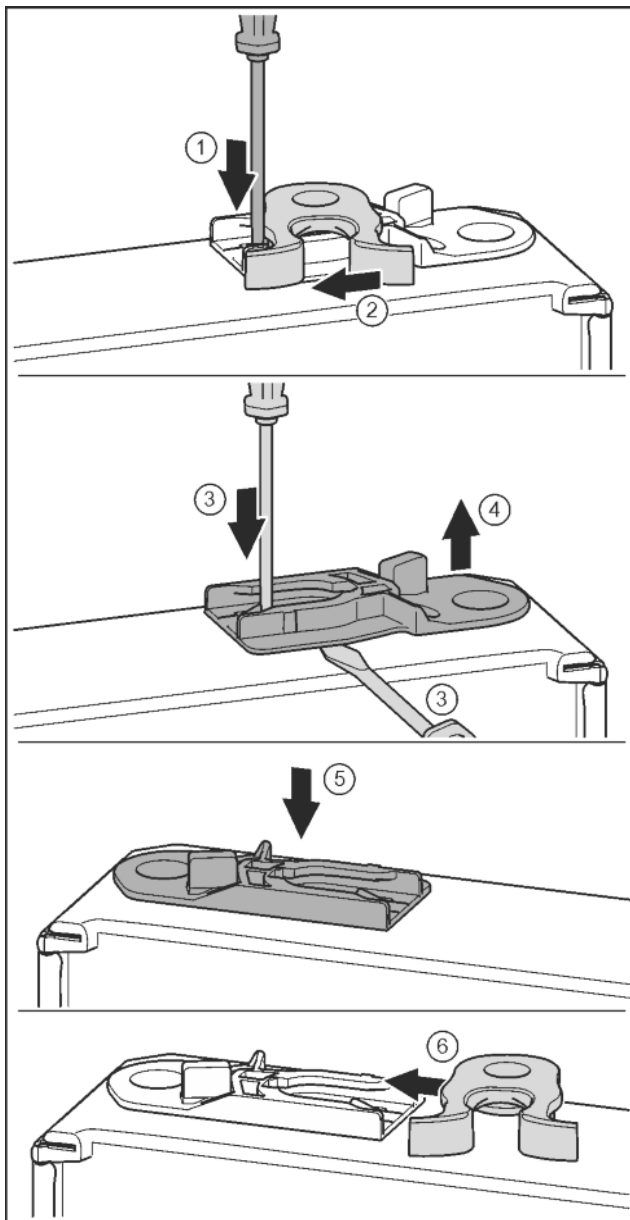

Fig. 14
- ▶ Nakładkę wcisnąć w dół przy pomocy śrubokręta. Fig. 14 (1)
- ▶ Hak zamykający wyjąć z prowadnicy. Fig. 14 (2)
- ▶ Wyjąć tuleję prowadzącą: Nakładkę wcisnąć przy pomocy śrubokręta i jednocześnie przesunąć śrubokrętem po tuleję prowadzącą. Fig. 14 (3, 4)
- ▶ Tuleję prowadzącą, objętą zakresem dostawy wsunąć po drugiej stronie obudowy. Fig. 14 (5)
- ▶ Hak zamykający wsunąć do prowadnicy. Fig. 14 (6)